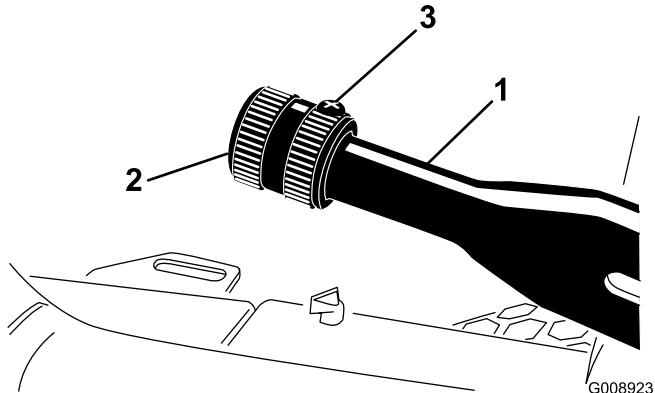

Figura 68
1. Allentate la vite a pressione che fissa la manopola alla leva del freno di stazionamento (Figura 68).